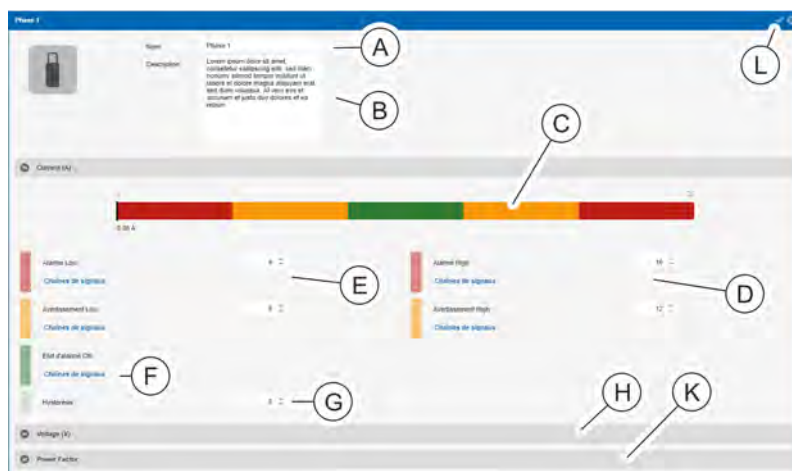

Fig. 125 : Affichage détaillé
4. Dans l'affichage détaillé, modifier si nécessaire la désignation de la phase (Fig. 125 /A) et, si nécessaire, ajouter une description (Fig. 125 /B).
5. Saisir une valeur pour « Avertissement High » et « Alarme High » dans la zone « Current (A) » (Fig. 125 /D).
⇒ Les valeurs seuils sont affichées en couleur (Fig. 125 /E).
8. Si nécessaire, affecter une chaîne de signaux (de manière similaire aux étapes 5 et 6) au paramètre « État d'alarme OK » dans la zone « Current (A) » (Fig. 125 /F).
9. Saisir une valeur pour « Alarme Low », « Avertissement Low » et « Hystérésis » dans la zone « Current (A) » (Fig. 125 /E et G) et affecter une chaîne de signaux (de manière similaire aux étapes 5 à 7).
10. Répéter les étapes 5 à 9 pour la zone « Voltage » afin de régler la plage de tension (Fig. 125 /H).
11. Répéter les étapes 8 à 9 pour la zone « Power Factor » (Fig. 125 /K) afin de régler le facteur de puissance.
12. Appuyer sur le bouton « Enregistrer » (Fig. 125 /L) pour confirmer la sélection.